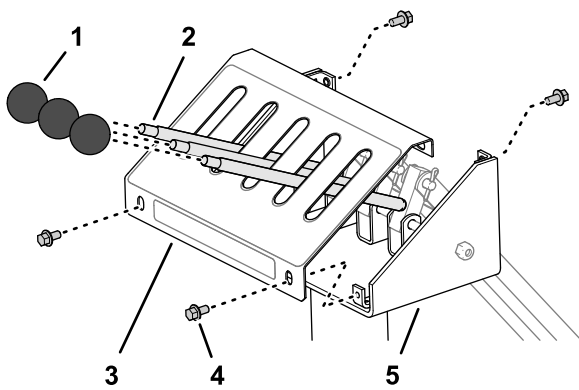

Figure 23
- Retirez les 3 pommeaux des leviers sur la console de commande (Figure 23).
- Retirez les 4 vis à embase qui fixent le couvercle sur la console de commande et déposez le couvercle (Figure 23).